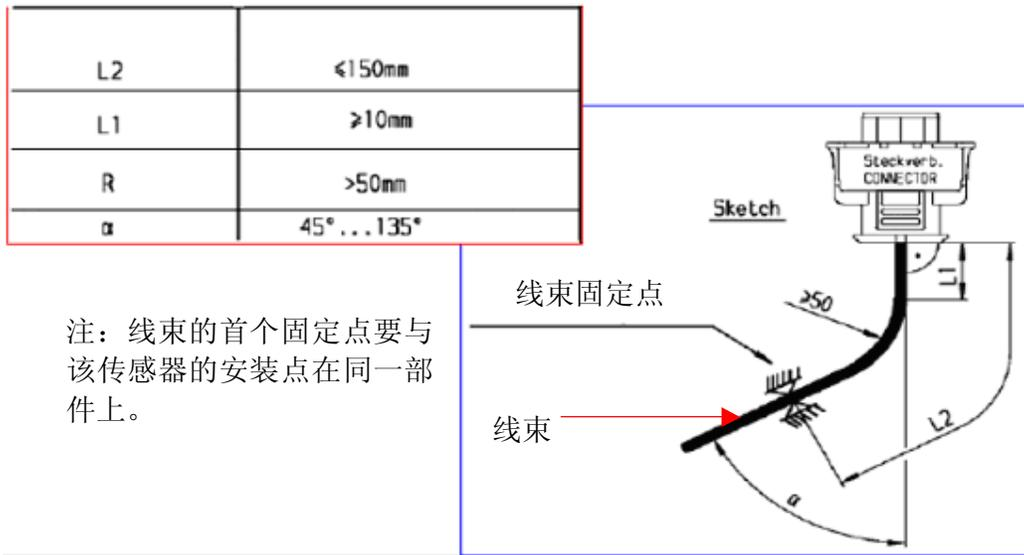

图 16 传感器及执行器线束的固定要求
- I 传感器及执行器线束的固定：固定时，线束的弯曲角度不能太大，否则长时间运行后导线容易损坏；为减少或消除各传感器及执行器接插件处的受力，线束的固定要满足图 16 所示的要求：